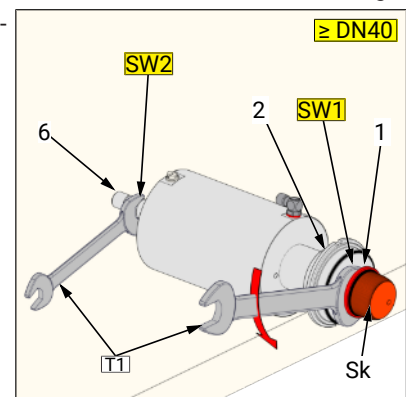

Abbildung 4
- Abb. 4: Ausbau über Schlüssel­fläche (SW1) ( $\geq$  DN40)
- Damit die Bohrung (B1) sichtbar wird, muss zuerst der Einsatz (2), wie in der Abbildung dargestellt, abgeschraubt werden.
- Mit einem Zapfenschlüssel (T10) den Kolben (1) bzw. Regelkegel (Sk) aus der Spindel (6) ausschrauben.